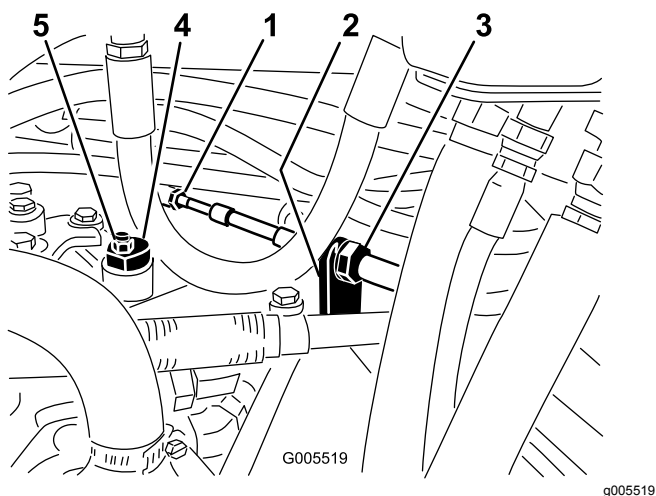

Figure 53
- A. Desserrez les écrous de blocage qui fixent le câble de commande de transmission à la traversée sur l'hydrostat (Figure 53). Desserrez les écrous de blocage uniformément et suffisamment pour permettre le réglage.
Remarque: Desserrez l'écrou de fixation de l'excentrique en haut de l'hydrostat (Figure 53).
- C. Tournez l'excentrique jusqu'à ce que la roue ne tourne plus dans aucune direction. Lorsque la roue arrête de tourner, serrez l'écrou pour bloquer l'excentrique et le réglage (Figure 53). Vérifiez le réglage avec la commande d'accélérateur en position Bas régime, puis Haut régime.
- D. De chaque côté de la traversée, serrez les contre-écrous uniformément pour fixer le câble de transmission à la traversée (Figure 53). Ne tordez pas le câble.